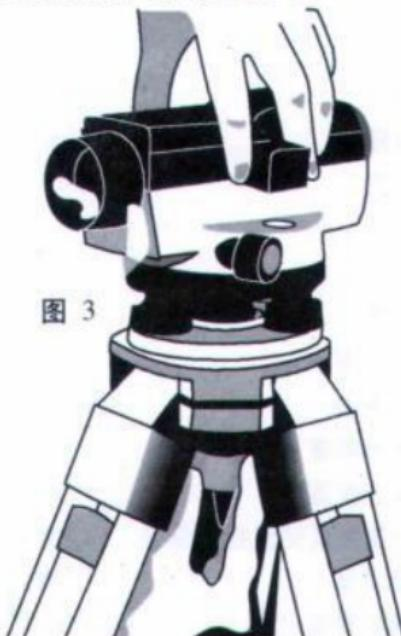

图 3
3.1.1 选择合适高度支好三脚架，将水准仪用中心螺丝与三脚架联接牢固（如图 3）。